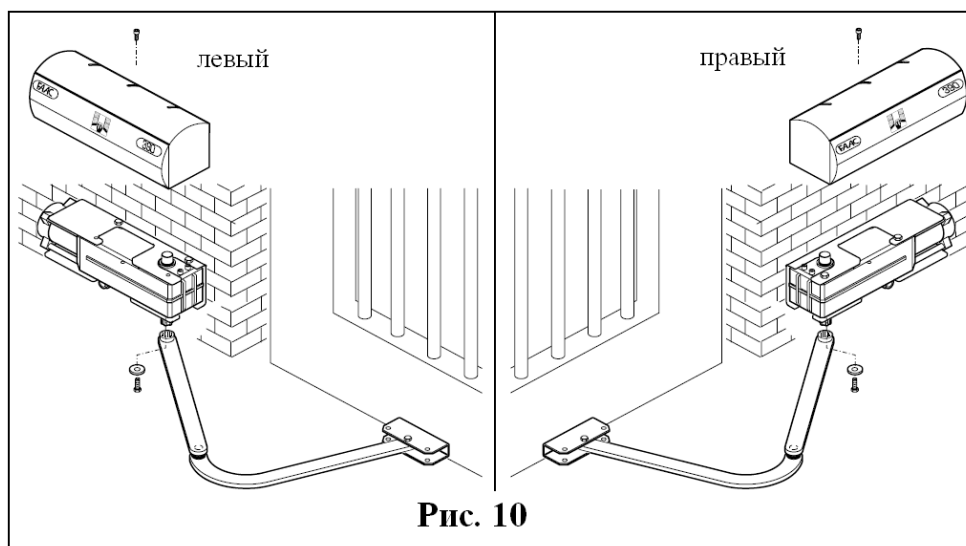

Рис. 10
- Прямой рычаг шарнира надеть на ведущий вал редукторного двигателя и закрепить с помощью болта и шайбы (рис. 10), которые прилагаются в комплекте.
- Надеть защитный кожух на привод (рис. 10).